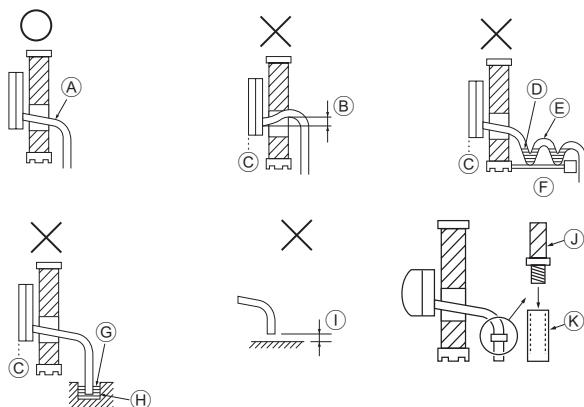

Fig. 5-1
5.1. Mise en place du tuyau d' coulement (Fig. 5-1)